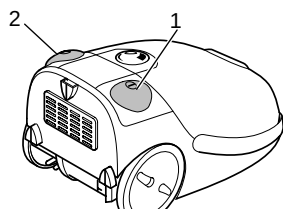

Abb. 11
1. Schalten Sie den Bodenstaubsauger am Ein-/Ausschalter (Abb. 11/1) aus und ziehen Sie den Stecker aus der Steckdose.
3. Drücken Sie die Kabelaufrolltaste (Abb. 11/2), um das